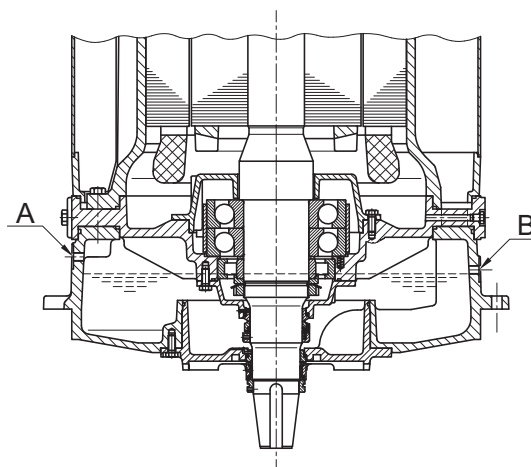

Рис. 9 Надлежащий уровень масла в насосе в вертикальном положении
2. Использовать пробку В для проверки уровня масла в масляной камере. См. рис. 9;